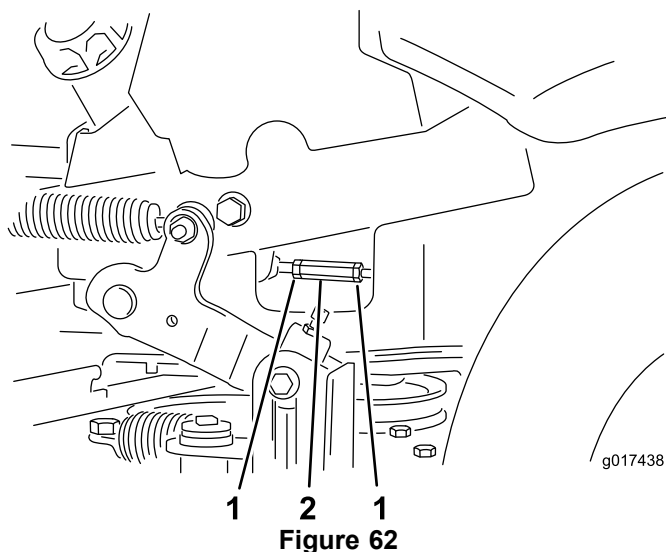

Figure 62
7. Placez les leviers de commande de déplacement en position point mort. Réglez les tiges de pompes en desserrant les deux écrous de blocage et en tournant l'écrou de réglage dans le sens voulu jusqu'à ce que les roues tournent légèrement en marche arrière (Figure 62). Placez les leviers de commande de déplacement en position de marche arrière et, tout en appuyant légèrement sur les leviers, laissez les ressorts de marche arrière ramener les leviers au point mort. Les roues doivent s'arrêter de tourner ou tourner légèrement en arrière.
8. Resserrez les deux écrous de blocage contre l'écrou de réglage (Figure 62).